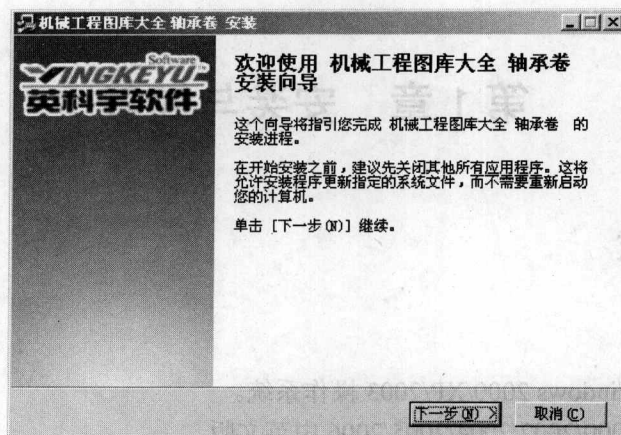

图 1-1 “欢迎使用”对话框
(1) 将软件安装光盘放入光驱后程序会自动运行, 弹出安装界面(若光盘不能自动运行, 可进入“我的电脑”查看光盘内容, 双击光盘根目录下的 AutoRun.exe), 随后安装程序开始进行初始设置, 稍后弹出如图 1-1 所示的“欢迎使用”对话框。